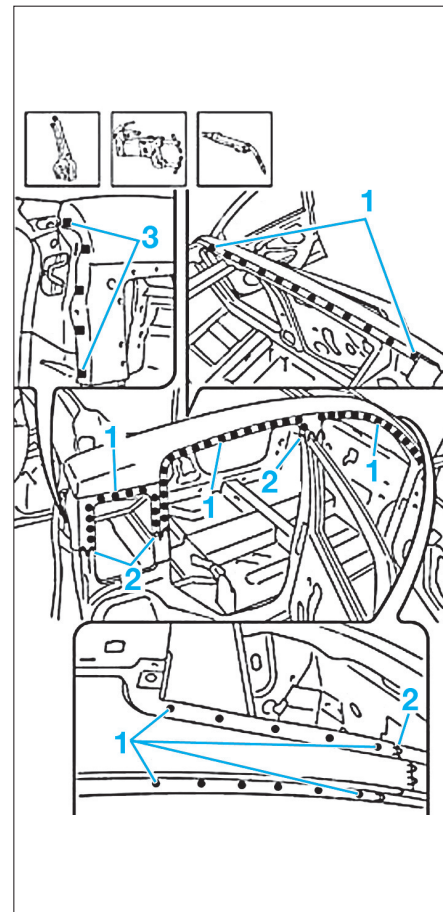

FIG. 49
- Ajuster la partie supérieure côté de caisse, puis souder comme illustré (Fig.49).